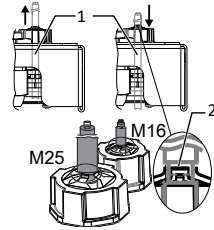

Fig. 14: Τοποθέτηση θωράκισης στη κοχλίωση ΗΜΣ
- 1 Ελέγξτε τα καλώδια (1) για ελευθερία έλξης/πίεσης από το πλήρες άνοιγμα και κλείσιμο των θυρών.
- 2 Επισημάνετε τη θέση για την τοποθέτηση της θωράκισης στον κλωβό σύσφιξης (2) των κοχλιώσεων ΗΜΣ.
- 4 Τραβήξτε πίσω τους αγωγούς στο σημείο θωράκισης μέχρι η θωράκιση μέσω του κλωβού σύσφιξης να ολοκληρωθεί πλήρως και να αποκλειστεί μετατόπιση του καλωδίου σύνδεσης. [See figure 14] [► Page 191]